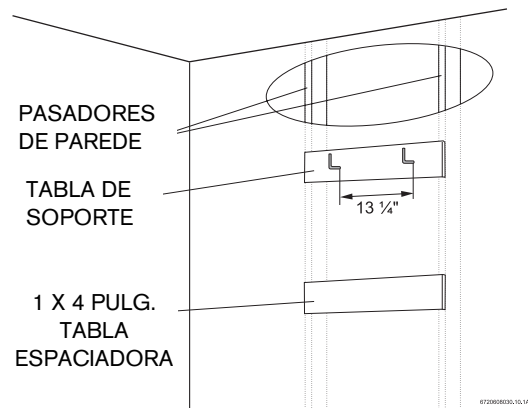

Fig. 7 Tabla de soporte
(como mínimo), en un par de dichos miembros verticales, y luego debe fijarse el calentador en las tablas de soporte. Vea la Fig. 7.
- ▶ Asegure a los miembros verticales de la pared o a las tablas de soporte los dos ganchos en forma de "L" incluidos, dejándolos a una distancia de 13 1/4 pulg. entre sí (vea la Fig. 7).